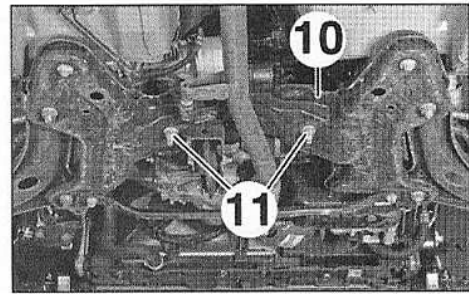

FIG.13
- Déposer l'écrou (7) puis écarter l'agrafe (8) pour déposer la vis (9).
- Déposer (Fig.13) :
- le berceau (10) (voir chapitre "Suspensions - Trains - Géométrie"),
- les écrous (11),